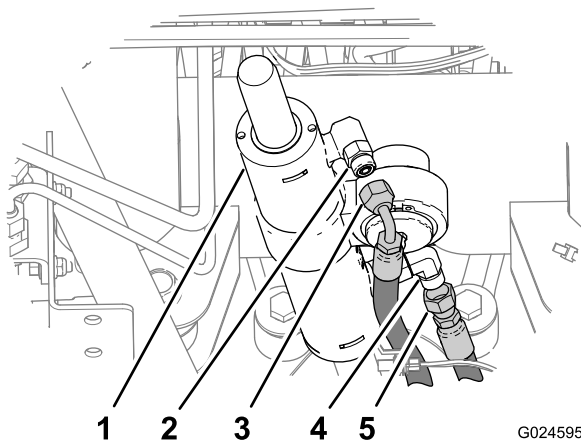

Figura 20
- Desligue o tubo de retração da união hidráulica de 90° na porta de retração do cilindro da direção (Figura 20).
3. Desligue o tubo de extensão da união hidráulica reta na porta de extensão do cilindro de direção (Figura 20).
1. Ligue o tubo de retração à união hidráulica de 90° na porta de retração do cilindro de direção (Figura 20 e Figura 24).
2. Ligue o tubo de extensão à união hidráulica reta na porta de extensão do cilindro da direção (Figura 20 e Figura 24).